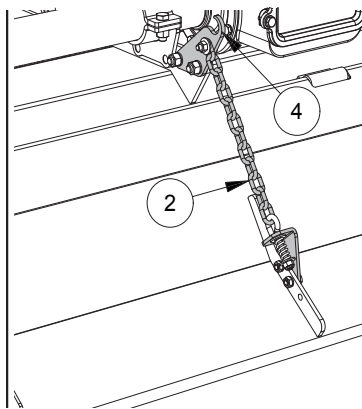

FIG. 17
Pour niveler et émietter encore mieux le sol, la machine est dotée d'une capot (1, "Fig. 17") placée à l'arrière des dents et réglable en hauteur à l'aide d'une chaîne (2). Il est conseillé de commencer le travail avec le capot en position médiane: après les premiers mètres de travail ; dès qu'on